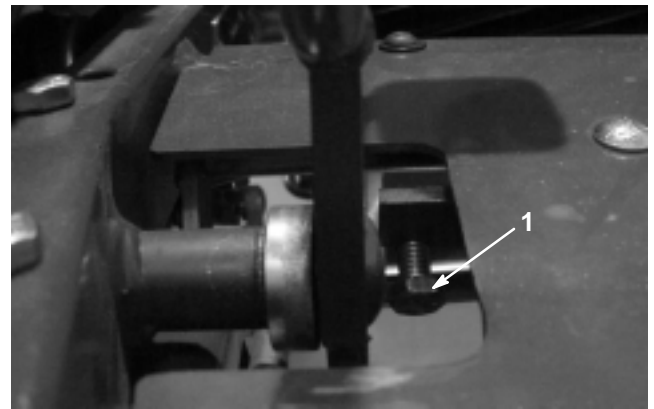

Bild 52
1. Lösen Sie die Klemmmutter an der Pedalsperren-Kopfschraube (Bild 52).